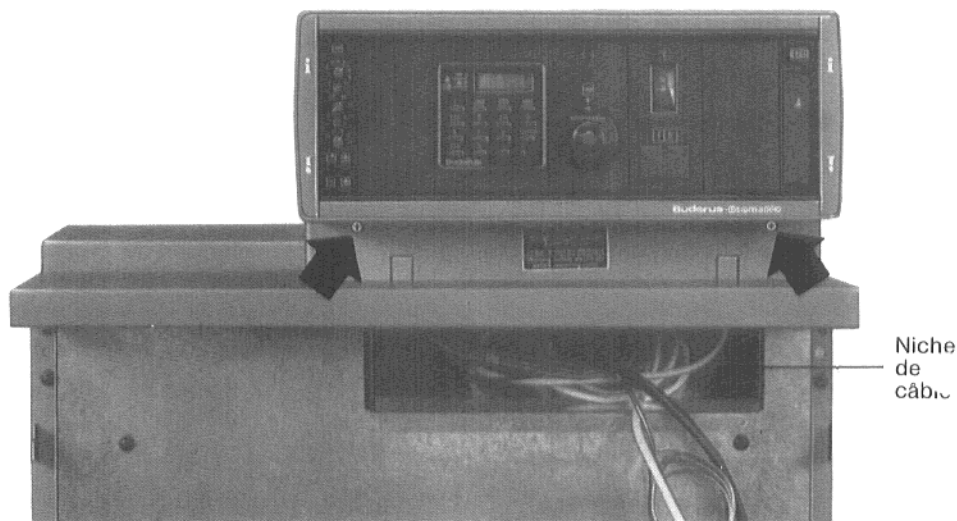

Fig. 15 – Illustration de principe
6. Faire glisser les **surlongueur des capillaires et des câbles** dans la niche se trouvant en dessous du capot chaudière (Fig. 15).
12. **Poser le tableau de commande sur le socle du tableau de commande** et serrer les deux vis de fixation (Fig. 15 – flèches).